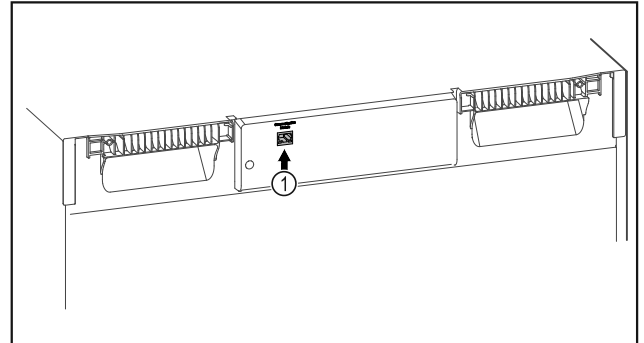

Fig. 89
- A SmartModule Fig. 89 (1) be van helyezve.